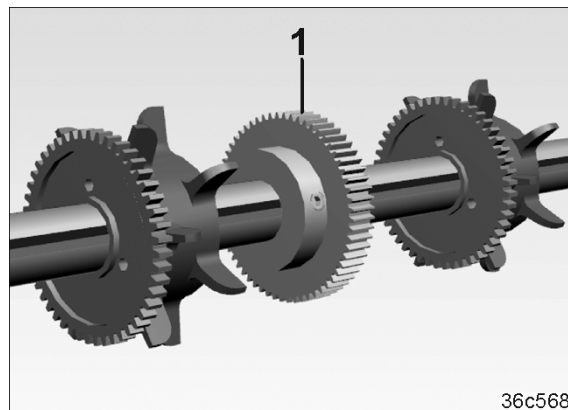

Bild 252
8. Montera kugghjulet (Bild 252/1) på bönsåaxeln.